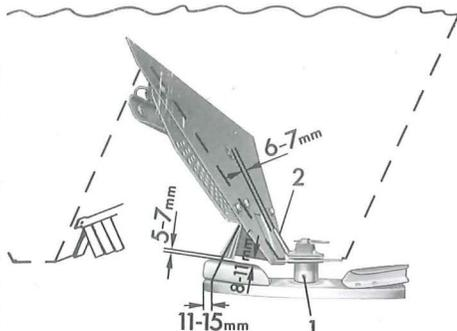

Fig. 11
- 3.2 **Regelmäßig** den **Abstand** (6–7 mm, Fig. 11) zwischen **Trichterwand** und **Rührfinger überprüfen!** Rührfingerspitze eventuell nachbiegen. Zu stark verschlissene Rührköpfe auswechseln.
Spannhülsen (Fig. 11/1) unterhalb des Vorratsbehälters heraus schlagen. Rührköpfe abziehen und „rechts“ bzw. „links“ kennzeichnen. Sollte keine spezielle Abziehvorrichtung für die Rührköpfe vorhanden sein, empfiehlt es sich, mit einem Meißel je eine kräftige Kerbe in der Nähe der Spannhülsenbohrung und an der gegenüberliegenden Seite einzuschlagen, um so die Buchse des Rührkopfes zu weiten. Anschließend wird durch Eintreiben eines Meißels in den Spalt zwischen Unterkante des Rührkopfes und Oberkante der Streuscheibe der Rührkopf von der Hülse der Streuscheibe etwas abgeschoben. Ein zweiter Meißel in den Spalt wird nun als Hebel unter den ersten angesetzt, um das Abziehen des Rührkopfes zu erleichtern. **Auf keinen Fall darf versucht werden, durch Erwärmen mit der Schweißflamme das Abziehen der Rührköpfe bzw. der Streuscheiben zu erleichtern**, da in diesem Falle sich die Streuscheiben verziehen und das Getriebe beschädigt wird. Beim Einbau der neuen Rührköpfe ist unbedingt auf die Drehrichtung zu achten. Die Rührfinger sind mit einer besonders verschleißfesten Auftragsschweißung versehen, die stets, in Drehrichtung gesehen, vorne liegen muß. Der Rührfinger muß außerdem an der Düngeraustrittsöffnung einen Abstand von 6 bis 7 mm haben (Fig. 11/2), und der Rührkopf darf nicht auf dem Trichterboden schleifen. Rührköpfe und Streuscheiben mit doppelten Spannhülsen wieder sichern.
Zunächst sind die Rührköpfe, wie unter 1.1 beschrieben, zu entfernen. Befestigungsschrauben für Getriebe lösen und Abschirmblech demontieren. Nach Herausnehmen des Getriebes Streuscheiben (möglichst mit AMAZONE-Abziehvorrichtung) entfernen, wobei „rechts“ und „links“ zu kennzeichnen ist. Neues Getriebe mit aufgesetzten Streuscheiben einsetzen und anschrauben. – Anhängerkupplung anbringen. Rührköpfe wie unter 1.2 beschrieben einbauen! Anschraubmaße der Tasche kontrollieren (siehe Fig. 11).